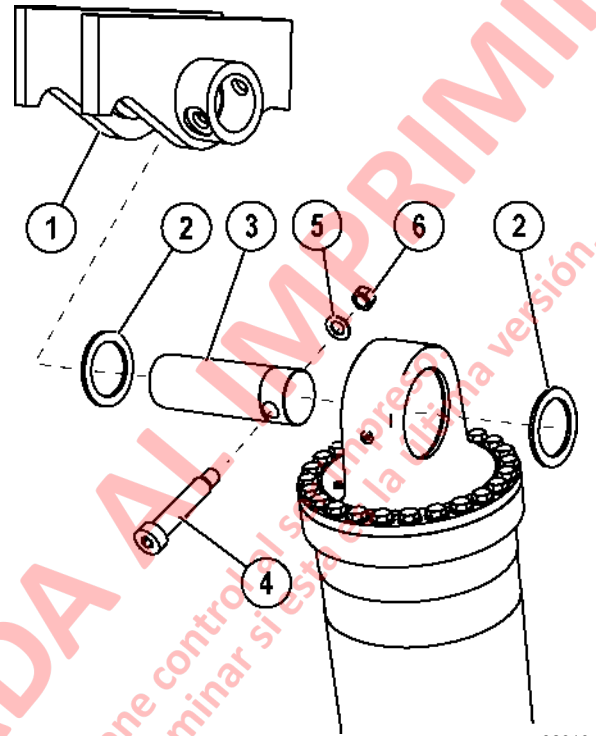

FIGURA 8-17. MONTAJE SUPERIOR DEL CILINDRO DE IZAJE
4. En el montaje superior, saque la golilla plana y la tuerca (6, Figura 8-17) golilla (5) y el perno del refuerzo (4). Use una palanca de bronce y un martillo para sacar el pasador de pivote (3) del soporte (1) de montaje.
2. Instale la placa de retención (3), de la placa de bloqueo (2) y los tornillos de bloqueo. Apriete los tornillos de 298 n-m (220 ft lb). Doble las lengüetas de la placa sobre los tornillo de cabeza plana pisos.
3. Alinear el ojo de cojinete del cilindro alzamiento con el agujero del soporte de montaje superior de cilindro de izaje (1, figura 8-17).
4. Alinee el orificio del perno de pivote (3) con el orificio del perno de soporte de montaje (1). Instale el pasador pivote a través del espaciador primero (2) y, a continuación, alinee al segundo espaciador con el agujero en el otro lado del ojo de cojinete de cilindro de polipasto. Terminar de instalar el perno a través del segundo separador (2).
5. Instale el perno de hombro (4) a través de cada pasador.